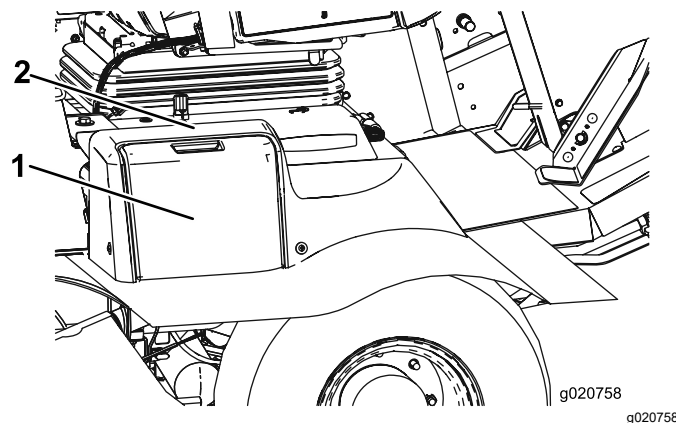

Figure 61
1. Ouvrez le couvercle de la batterie sur le côté du carénage (Figure 61).
Remarque: Appuyez sur la surface plate au-dessus du couvercle de batterie pour faciliter la dépose du couvercle (Figure 61).